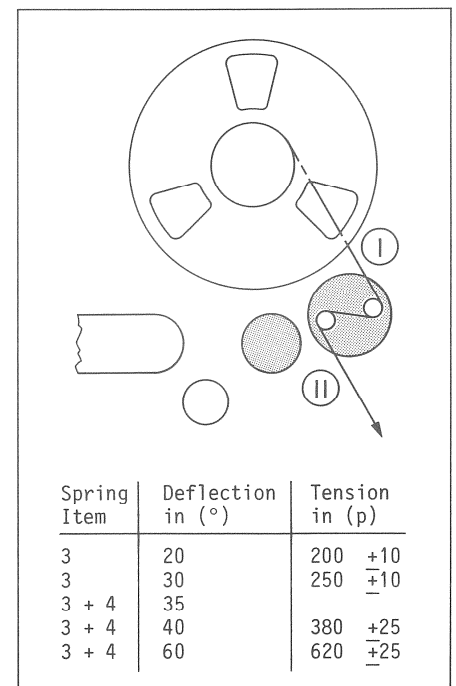

Fig. 3.6.6
Feder [4] vom Bolzen [14] aushängen. Position a, b und d einstellen. Die Zugkraft der Feder [3] nach den Werten in Fig. 3.6.6 kontrollieren und wenn nötig nachstellen (siehe Abschnitt 3.6.3).
Feder [4] wieder einhängen und Position C einstellen. Die Zugkraft des ganzen Federsystems nach Fig. 3.6.6 kontrollieren und wenn nötig nachstellen (siehe Abschnitt 3.6.3).
Unhook spring (4) from pin (14). Adjust items a, b, and d. Check whether the tension of spring (3) corresponds to the value specified in Fig. 3.6.6 and readjust if necessary (refer to section 3.6.3).
Refasten spring (4) and adjust item c. Check tension of the entire spring system as specified in Fig. 3.6.6 and readjust if necessary (refer to section 3.6.3).